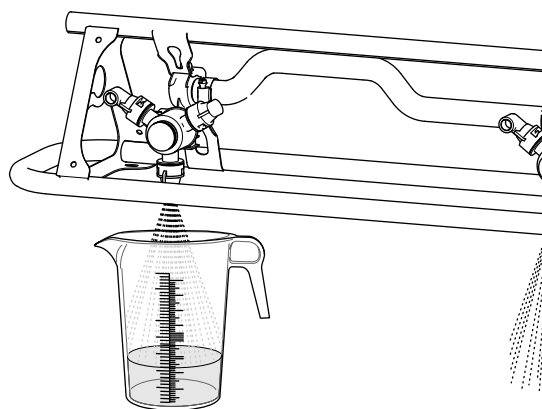

Figura 82
6. Prima di accendere le sezioni, collocate il contenitore di raccolta sotto l'ugello (Figura 82).
8. Eseguite il test di raccolta per almeno 15 o più secondi su 1 degli ugelli (Figura 82).